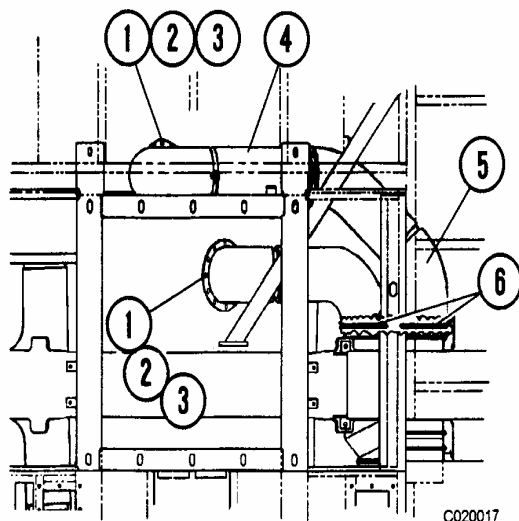

FIGURA 2-4 TUBERIA DEL ESCAPE DEL MOTOR
9. Retire las abrazaderas del ducto de escape (6, Figura 2-4). Saque los pernos (1), las golillas fijadoras (2) y las tuercas (3) que sujetan las tuberías de escape a la pestaña de salida del turbocargador. Saque los ductos de escape (4 y 5). Cubra la abertura de las salidas de escape del motor.
4. Monte los soportes del ducto de entrada de aire del motor. Vuelva a montar los ductos de entrada entre los turbocargadores y los ductos de salida del depurador de aire (ver Figura 2-3). Asegure firmemente con abrazaderas para asegurarse de que estén realmente selladas. (Consulte las Figuras 2-3 y 2-9 para una correcta instalación y ejemplos de alineación). Monte los ductos de escape (4 y 5 Figura 2-4) en las pestañas de salida del turbocargador y las tuberías en la viga transversal del bastidor.